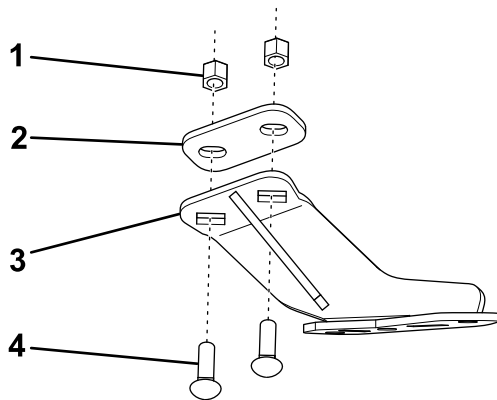

Figure 2
9. Fixez la plaque de support gauche et l'entretoise au cadre du véhicule à l'aide de 2 boulons de carrosserie ($\frac{3}{8}$ -po) et contre-écrous (Figure 2).